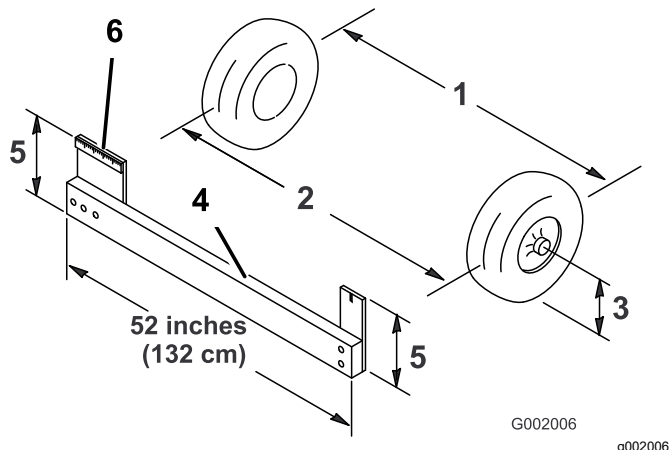

图 50
- 以轮轴的高度为标准分别测出两个前轮的轮前距离和轮后距离 图 50。
注意 要测量轮轴高度的前轮轮后距离需要使用夹具或定位仪。使用相同的夹具或定位仪还可以以轮轴高度为标准准确测量前轮的轮前距离 图 50。